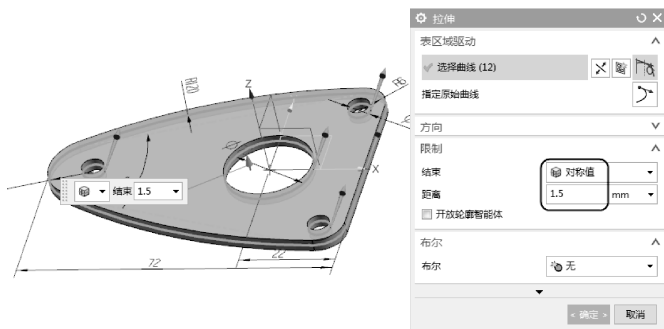

图 3-101 创建拉伸特征 1
- 退出草绘环境后在【拉伸】对话框中设置拉伸限制类型为【对称值】，距离为 1.5，单击【确定】按钮完成创建，如图 3-101 所示。